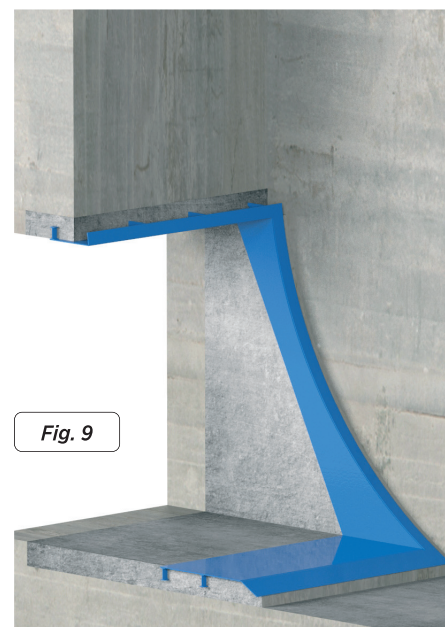

Fig. 9
- Para finalizar el proceso de montaje de la embocadura, realizar el segundo hormigonado. Esta operación consiste en rellenar los huecos entre el conducto y la embocadura cerciorándose que no quede ningún resalte en el conducto (fig. 9).